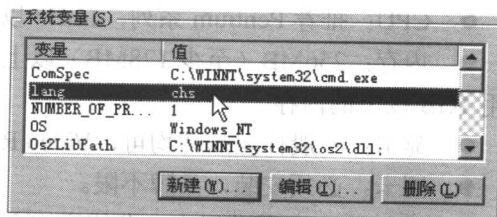

图 1-4 【系统变量】面板
4. 单击【确定】按钮, 完成系统变量“lang”的添加, 如图 1-4 中箭头所示。